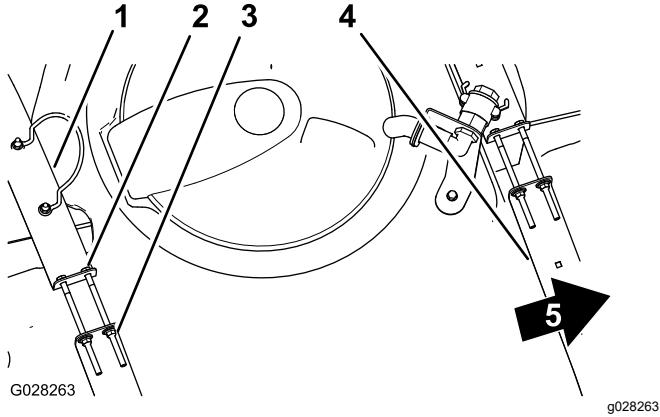

図 25
2. タンクとタンク固定ベルトとの間に、たるみができるないか点検する図 25。
3. ベルトにゆるみがある場合には、ベルトの上部にあるフランジロックナットとボルトを締めてベルトとタンクとが面一になるようにする図 25。